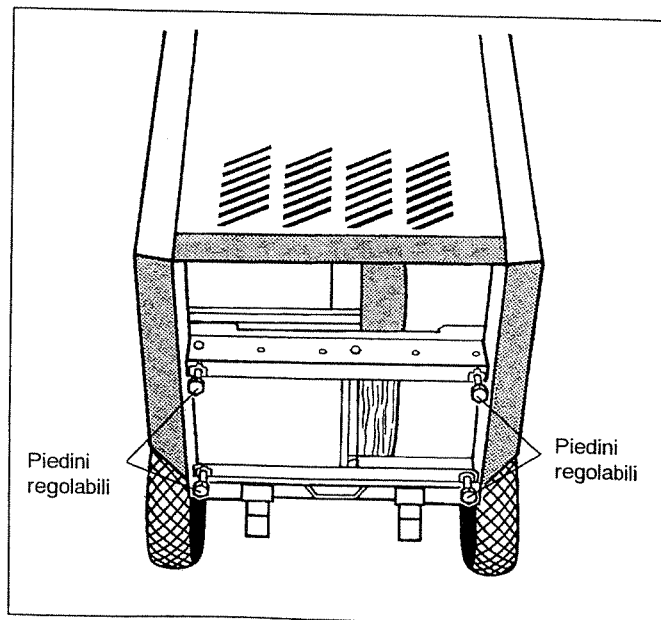

Fig. 5: Lato inferiore della caldaia
- Avvitare da sotto i quattro **piedini regolabili** fino a circa 5-10 mm nella filettatura dei binari di fondo (Fig. 5).